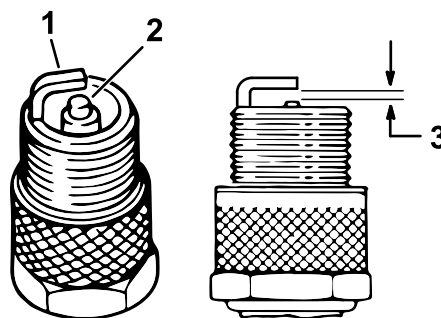

Figura 32
4. Verificați starea electrodului lateral, a electrodului central și a izolatorului electrodului central, pentru a vă asigura că nu sunt deteriorate (Figura 32).
5. Lăsați o distanță de **0,76 mm** între electrodul central și lateral, așa cum se arată în Figura 32.